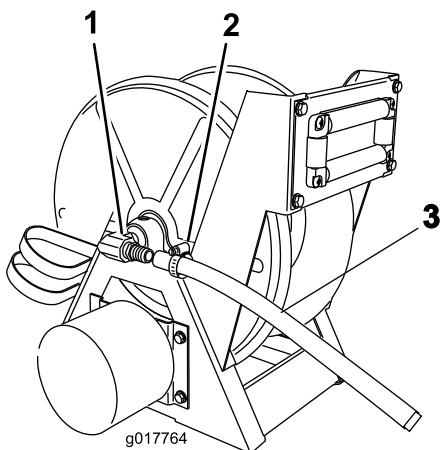

Figura 16
17. Deslize uma braçadeira sobre a extremidade do tubo e instale o tubo sobre o dentado exposto no conjunto de bobinar tubagem (Figura 16).